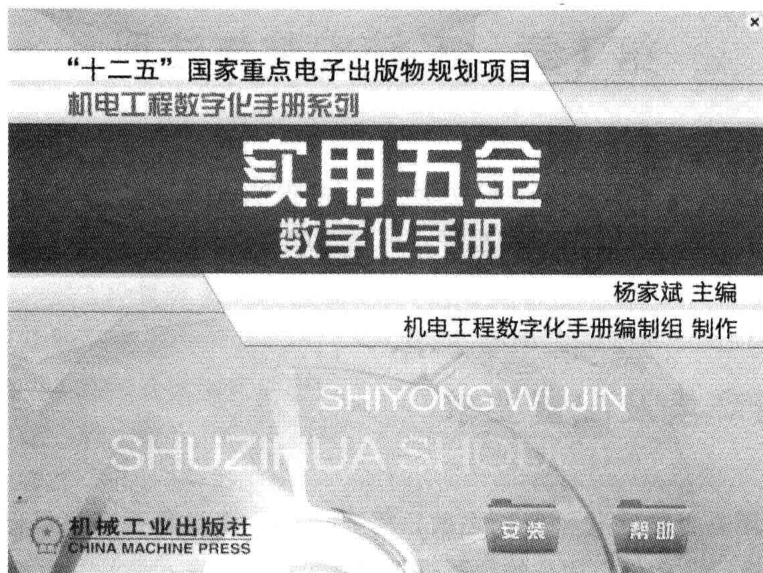

图 1-1 初始窗口
- 2) 光盘自动运行，显示初始窗口，如图 1-1 所示，单击“安装”按钮即可进行安装。如果本光盘无法在用户的计算机上自动运行，请打开本光盘的根目录，运行 set-up. exe 文件。